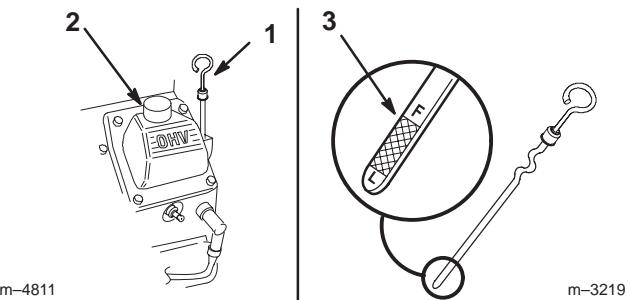

Figure 39
- Nettoyez la surface autour de la jauge d'huile (Fig. 39) pour éviter que des impuretés ne s'introduisent dans le goulot de remplissage, ce qui risquerait d'endommager le moteur.
- Sortez la jauge d'huile et essuyez soigneusement l'extrémité métallique (Fig. 39).
- Enfoncez la jauge complètement dans le goulot de remplissage. Sortez de nouveau la jauge et examinez l'extrémité métallique (Fig. 39). Si le niveau est bas, versez lentement une quantité d'huile suffisante dans le goulot de remplissage pour amener le niveau au repère du plein (F).
- Versez lentement environ 80% de la quantité d'huile spécifiée dans le goulot de remplissage (Fig. 39) (voir Changement de l'huile moteur et du filtre, page 35).